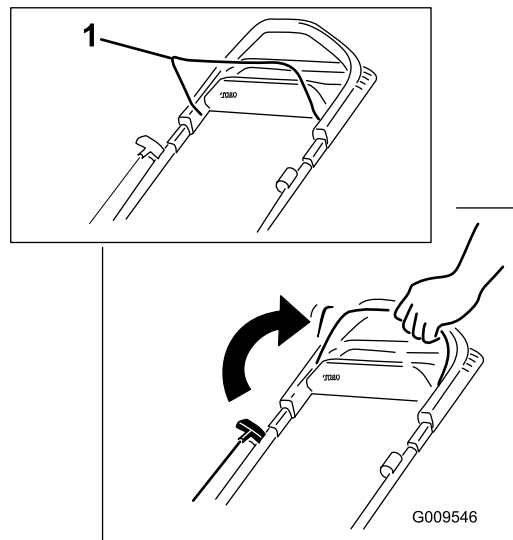

図 17
1. ブレードコントロールバーをハンドルに押し付けるように握りこむ 図 17。